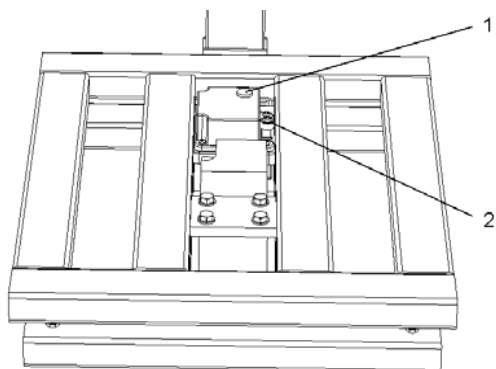

Рис. 6. Грузоприемная платформа со снятой крышкой
1.3.7 Место опломбирования и расположение ампулы уровня показано на рис. 6.
1.5.2 Место для опломбирования (нанесения оттиска поверительного клейма) расположено на основании грузоприемной платформы (поз. 2, рис. 6).
2.3.4 Установить весы на горизонтальную поверхность, не подвергающуюся вибрациям. Снять грузоприемную платформу (поз. 3, рис. 1 либо поз. 3, рис. 2). Вращением регулировочных опор (поз. 5 рис. 1) установить весы в строго горизонтальном положении, контролируя горизонтальность установки по пузырьку воздуха в ампуле уровня, расположенного на основании весов рядом с датчиком веса. (поз. 1 рис. 6).